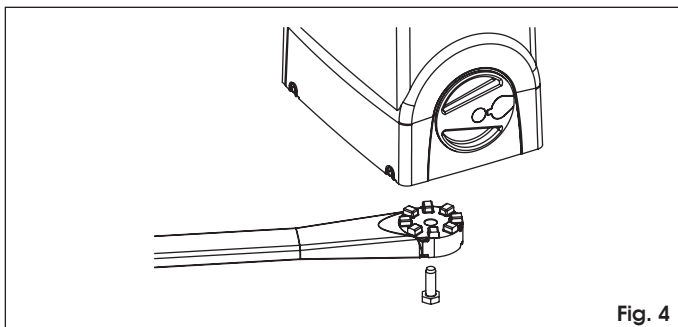

Fig. 4
4. Fije el brazo al operador tal y como se indica en las instrucciones del operador, Fig. 4.